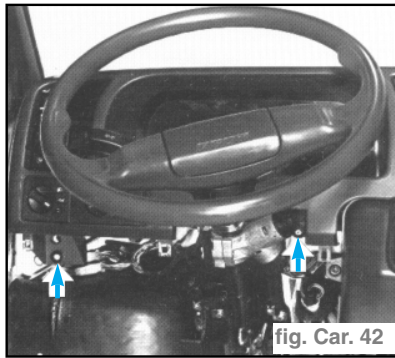

fig. Car. 42
- Dévisser les vis de fixation du revêtement du tableau de bord à la coque. (fig. Car. 42)